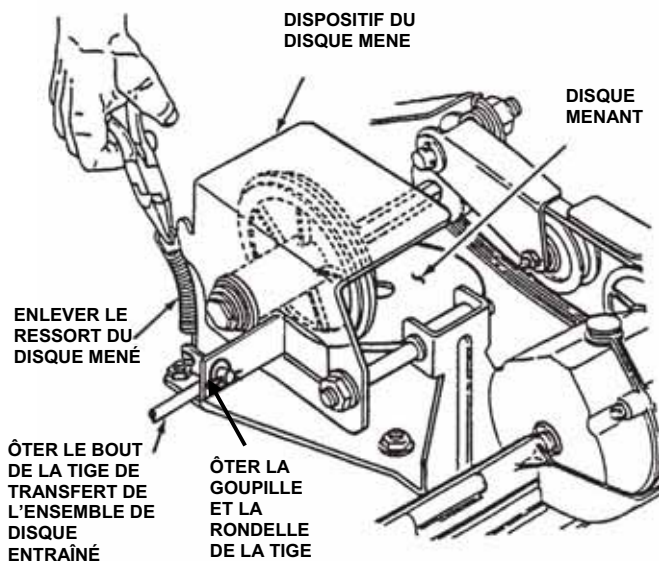

FIGURE 4.9
1. Enlever la goupille et la rondelle de la tige de transfert, et enlever l'extrémité de la tige de transfert du trou dans l'ensemble de disque entraîné (voir figure 4.9).
1. Enlever la goupille et la rondelle de la tige de transfert, et enlever l'extrémité de la tige de transfert du trou dans l'ensemble de disque entraîné. Voir figure 4.9.